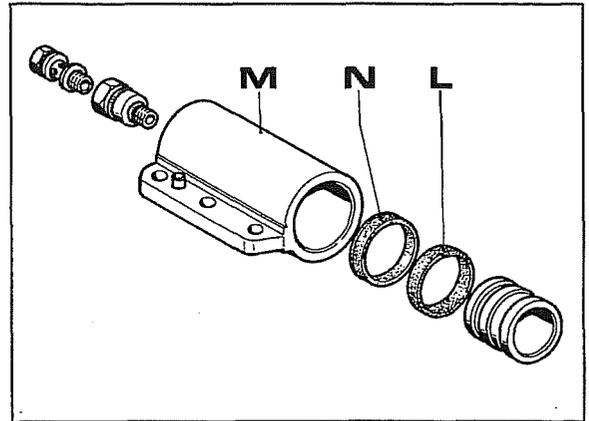

Fig. 31
La fig.31 montre en détail les composants cylindre/piston.
- h. Remplacer l'anneau d'étanchéité **N** fig.31.